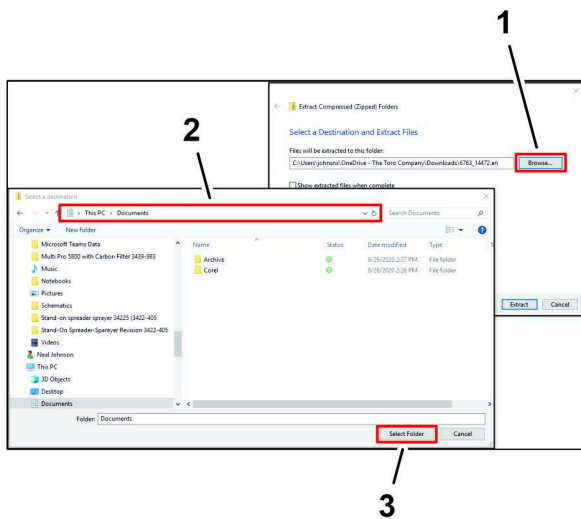

Bild 35
2. Klicken Sie im Dialogfeld Extract Compressed [Komprimierte Daten extrahieren] auf die Schaltfläche BROWSE [DURCHSUCHEN] (Bild 35).
3. Navigieren Sie im Dialogfeld „Select a destination“ [Speicherort auswählen] zum Ordner DOKUMENTE und klicken Sie auf die Schaltfläche ORDNER AUSWÄHLEN (Bild 35).